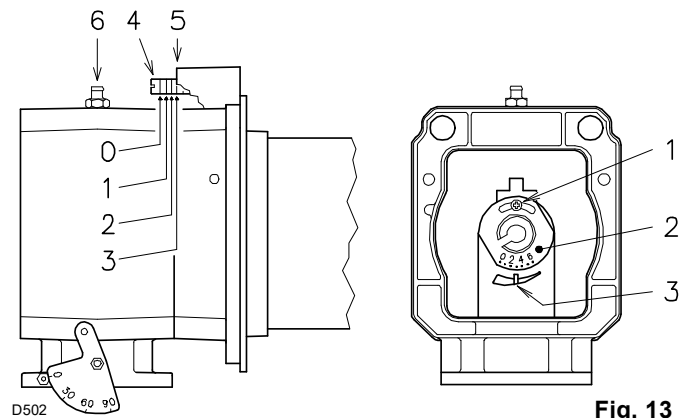
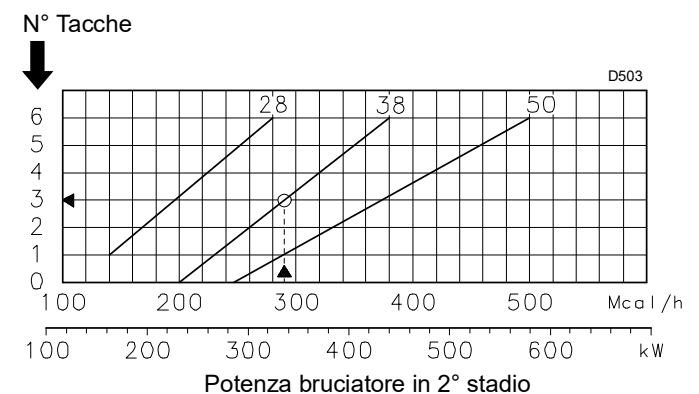

Fig. 13
Fig. 14
Trovare nel diagramma (Fig. 14) la tacca alla quale regolare sia aria che gas/aria centrale.
- Ruotare la vite 4)(Fig. 13) fino a far collimare la tacca trovata con il piano anteriore 5) della flangia.
Per facilitare la regolazione, allentare la vite 6)(Fig. 13), regolare e poi bloccare.
- Allentare le viti 1)(Fig. 13) e ruotare la ghiera 2) fino a far collimare la tacca trovata con l'indice 3).
Dal diagramma (Fig. 14) risulta che per questa potenzialità le regolazioni del gas e dell'aria vanno effettuate sulla tacca 3.
Ghiera del gas 2)(Fig. 13 a pag. 17) regolata come diagramma (Fig. 14 a pag. 17).